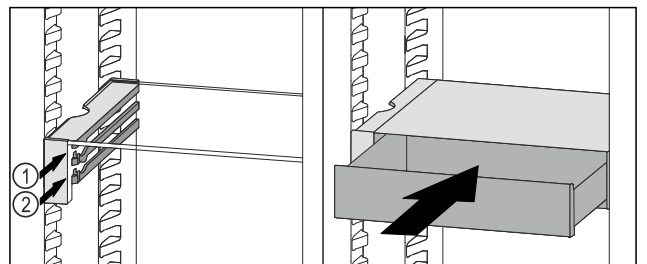

Fig. 134
- ▶ Coloque el cajón VarioSafe en la nervadura deseada Fig. 134 (1) o Fig. 134 (2) detrás de los topes.